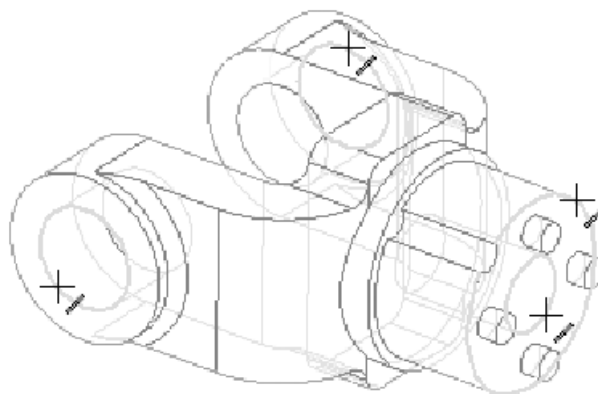

Рисунок 56.
4. В модели укажите четыре ребра (рис. 56).